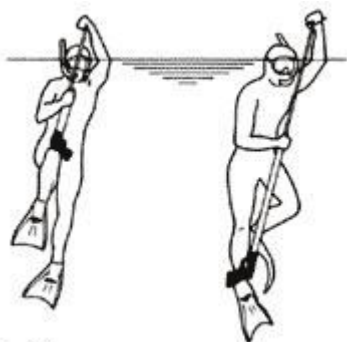

Fig. 11
7. Удалите зарядную ручку из рукоятки ружья. Держите рукоятку ружья против своего бедра или стопы в зависимости от длины ружья (см. Рис.11). Ухватите ружьё за носовой конус (см. Рис.6) и вставьте гарпун в ружьё, проверяя, чтобы гарпун находился по центру ствола. Нельзя вставлять гарпун под углом, так как это может привести к поломке ружья. Поместите зарядную ручку над наконечником гарпуна и надавите на неё, чтобы гарпун пошёл вниз по стволу ружья до защелкивания.